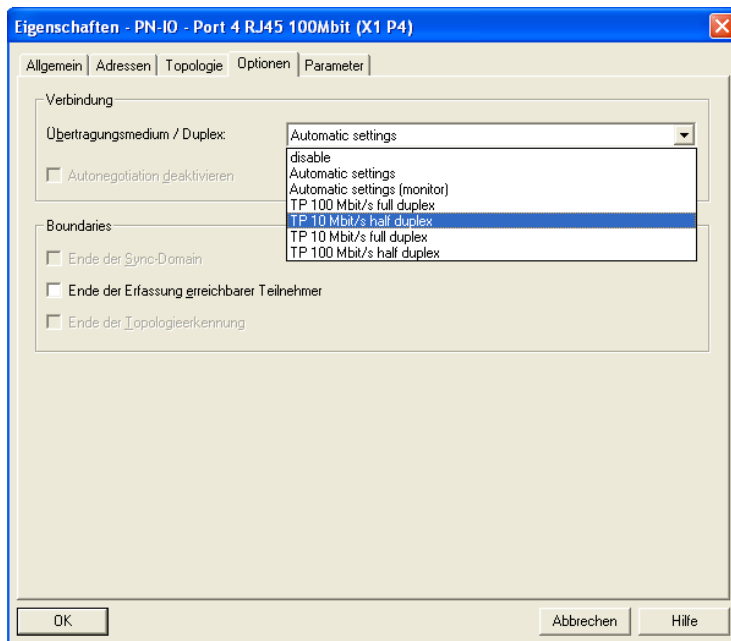

Abb. 16: Dialog zur Eingabe der Verbindungs-Optionen
- ☐ Wählen Sie unter „Verbindung/Übertragungsmedium/Duplex“ die gewünschte Einstellung für den Port aus (siehe Abbildung 16).